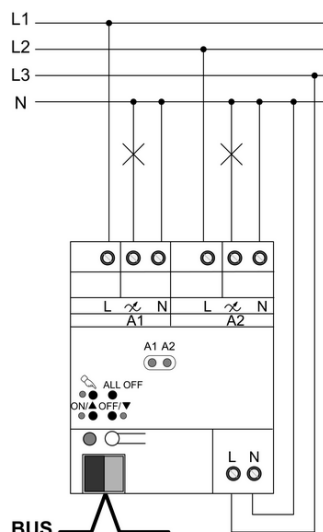

Figura 4: Actuador de regulación – Ejemplo de conexión
- Conectar el dispositivo según el ejemplo de conexión (figura 4).